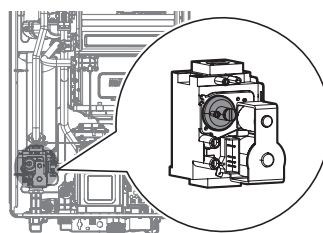

Figure 8. Emplacement de la vis de réglage
- Si un ajustement est requis, trouvez la vis de réglage, comme cela est indiqué à la Figure 8. À l'aide d'une clé Allen de 4 mm (⁵/₃₂ po), tournez la vis de réglage de ¹/₄ de tour maximum dans le sens horaire pour augmenter la valeur de CO₂ ou dans le sens antihoraire pour la réduire.